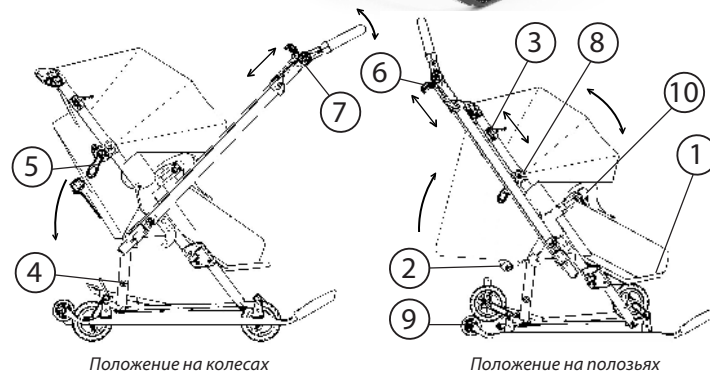

Рис. 1 Коляска, арт. J1
- Установить подножку (1) (см. рис. 1) в одно из трех положений, в зависимости от возраста ребенка и положения спинки;
4.2. Регулировка угла наклона спинки осуществляется за счет фиксатора ремешков спинки (2) (рис. 1).
4.5. Каркас оснащен фиксатором козырька (8) (рис. 1). Он позволяет дискретно перемещать и фиксировать козырек в нужном положении.
- Ногой нажать на фиксатор (1), коляска опустится на полوزهя, колеса под действием пружин поднимутся и зафиксируются.
4.7.3. Для кратковременного перемещения по твердому покрытию, наклоните коляску до опоры на колеса (9) (рис. 1).
4.11. В коляске предусмотрено быстросъемное страховочное ограждение для ребенка (бампер) (10) (рис. 1), который крепится на стойке рамы (рис. 4). Для демонтажа бампера нажмите на кнопку.